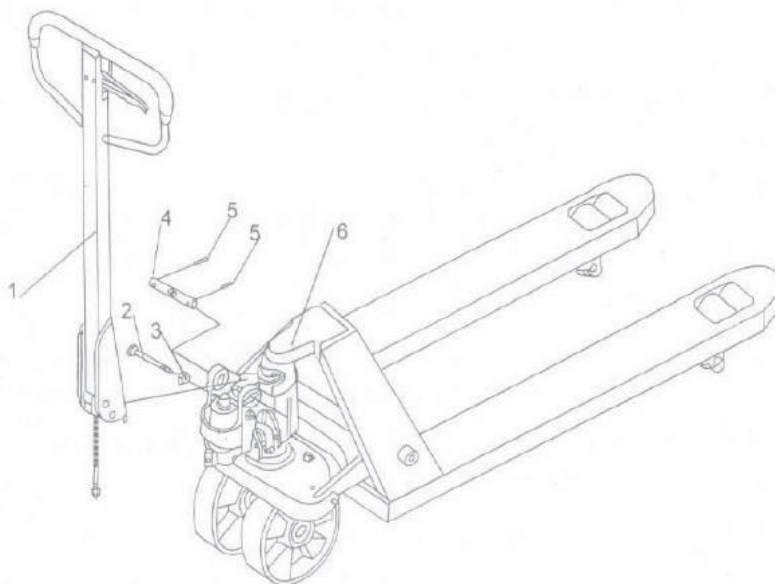

Fig. 2
- c) Premere il braccio della barra verso il basso; togliere il perno (2, Fig. 2).
- d) Portare la leva di comando dell'impugnatura in posizione 'Sollevare', quindi sollevare la piastra della leva con il perno (2, Fig. 2) e inserire il bullone di regolazione nella fessura anteriore della piastra della leva. Nota: mantenere il dado di regolazione sotto la piastra della leva.
- e) Con un martello, inserire il 2° perno (5, Fig. 2) nel 2° foro dell'asse. Il timone è ora assemblato alla pompa.